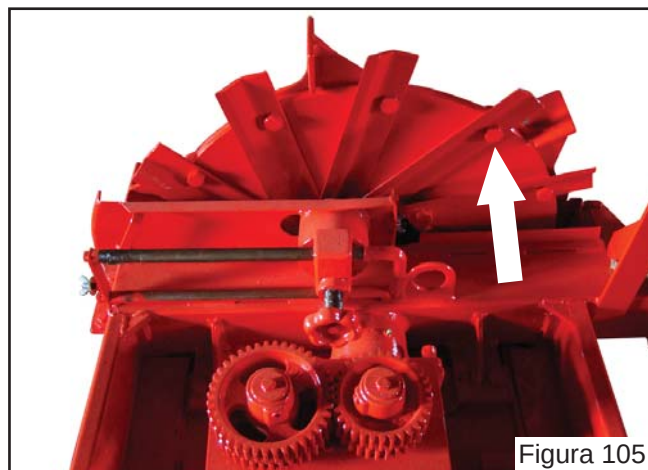

Figura 105
- a) Efetue o procedimento de desmontagem conforme item "a" até o item "e", citados no item (10.8 - Ajuste das Facas do rotor picador na contrafaca);
- b) Solte os parafusos (Figura 105) que fixam as facas picadoras, efetuando uma operação de cada vez. Retire uma faca e substitua por uma faca nova, fixando os parafusos novamente;
- c) Depois de substituído as facas do rotor picador, para efetuar a montagem dos conjuntos proceda no sentido inverso citado no item "a" até o item "e" do item 10.8.